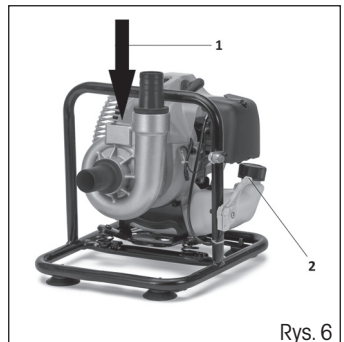

Rys. 5
- ☼ Zmontuj ją zgodnie z instrukcją (Rys. 5).